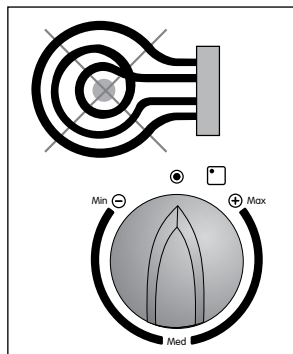

Figura 34
- Para apagar totalmente la resistencia tubular, la perilla debe quedar en la posición de APAGADO (●). (Ver figura 34).